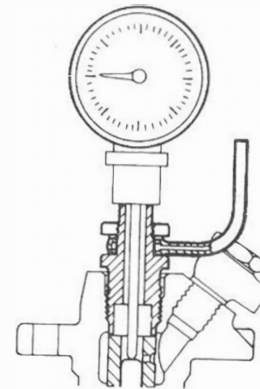

Fig. 94
- Avvitare nel corpo pompa l'attrezzo 7270-2003-08 con comparatore (Fig. 94) o, in mancanza, riavvitare il raccordo di mandata.
- Ruotare il volano nel senso di rotazione facendo percorrere al pistone n. 1 la corsa di compressione. Il combustibile proveniente dal serbatoio penetrerà nella pompa attraverso il foro di alimentazione del cilindretto e sgorgerà all'esterno dal tubicino dell'attrezzo o dal raccordo di mandata (Fig. 94).
2. Screw in pump body Tool 7270-2003-08 with dial indicator gauge (Fig.94) or, if not available, screw back delivery union.
5. Bar flywheel counterclockwise so that piston No.1 travels up its compression stroke. Fuel coming from tank will enter injection pump through plunger feeding orifice and will gush out from tool tube or from delivery union (Fig.94).
- Visser dans le corps de pompe l'outil N°7270.2003.08 avec comparateur (fig.94) ou à défaut revisser le raccord de refoulement.
- Tourner le volant dans le sens de la rotation en faisant parcourir au piston N°1 la course de compression. Le combustible venant du réservoir entrera dans la pompe par le trou d'alimentation du cylindre plongeur et débordera par le tube de l'outil ou par le raccord de refoulement (fig.94).